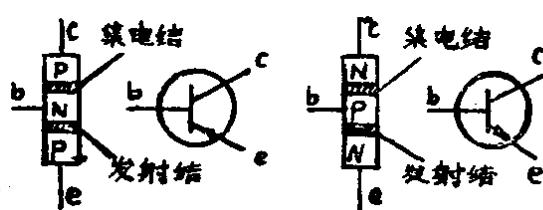

图 1-10
1. 晶体三极管的型号：晶体三极管是由两个 PN 结组成的，一个是发射结，一个是集电结。根据 PN 结组合方式的不同，晶体管分为 PNP 型和 NPN 型两种，如图 1-10 所示。